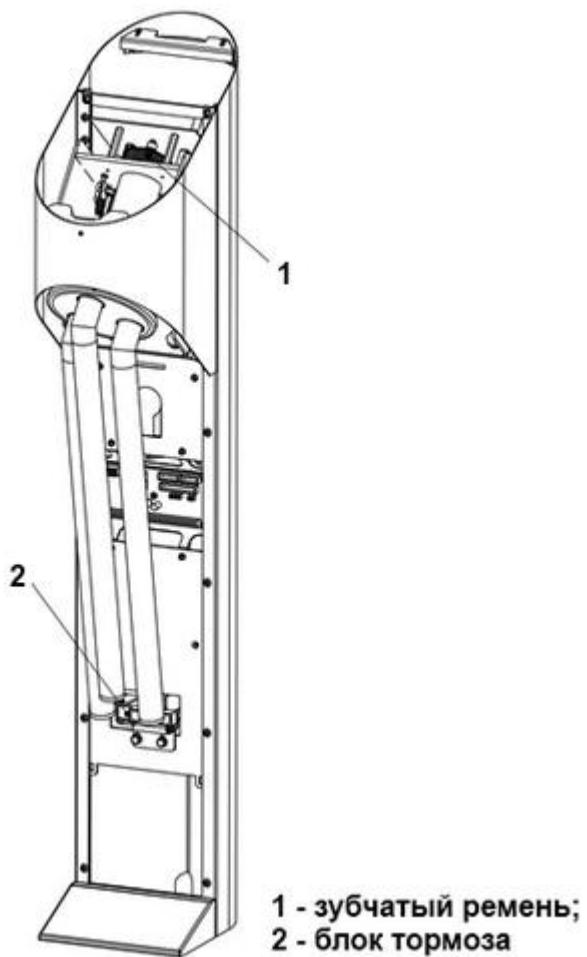

Рисунок 18 – Зубчатый ремень турникета
- 3.6.4 Проверить состояние зубчатого ремня и его натяжение (Рисунок 18 – 1).
- 3.6.5 Проверить общее состояние резиновой пластины блока тормоза (Рисунок 18 – 2).